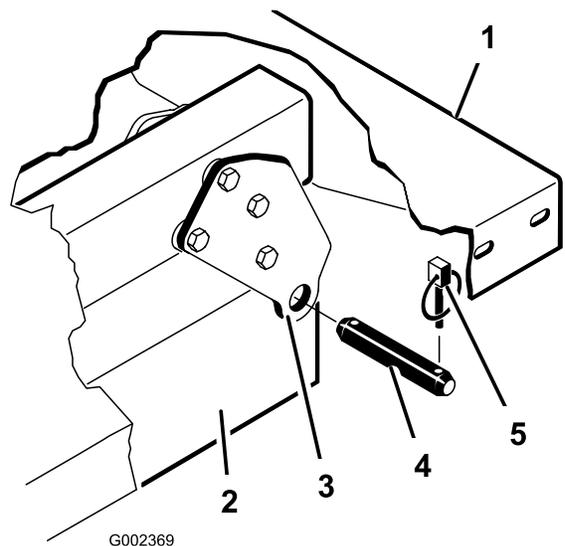

Figura 41
**Nota:** Verifique se as placas articuladas posteriores estão presas ao canal/estrutura da plataforma, de modo que a extremidade inferior fique alinhada com a parte traseira (Figura 41).